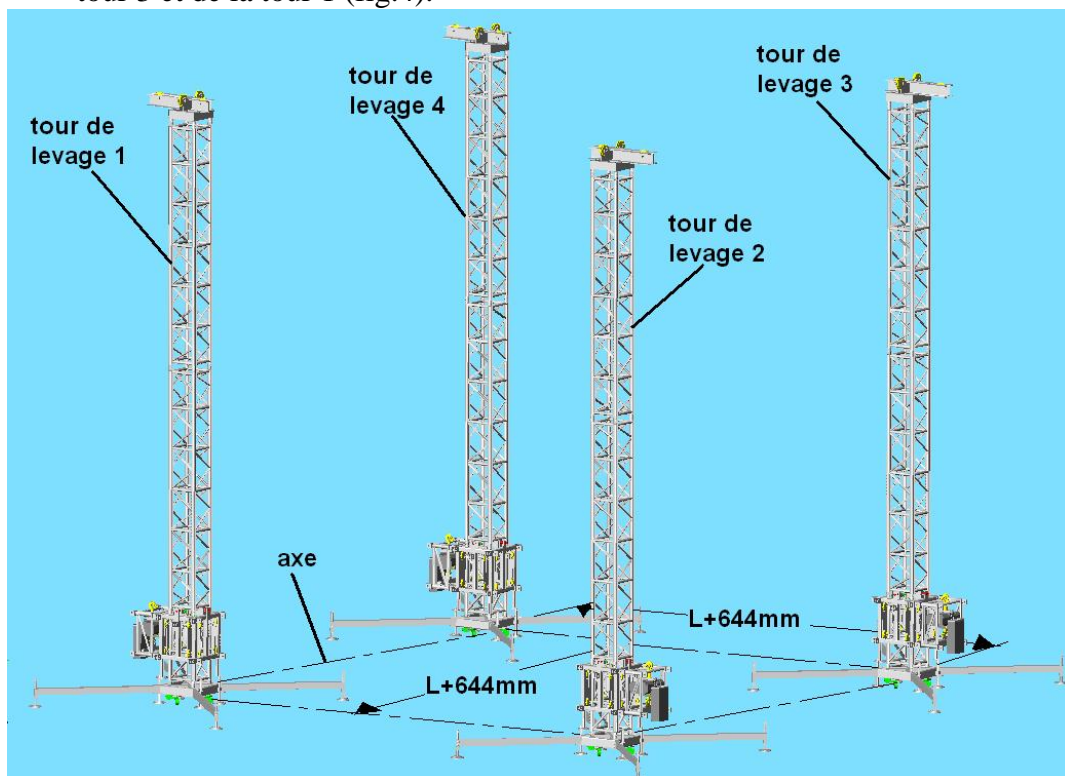

fig.4
- d) Positionner la dernière tour au croisement des deux derniers axes à L+644mm de la tour 3 et de la tour 1 (fig.4).